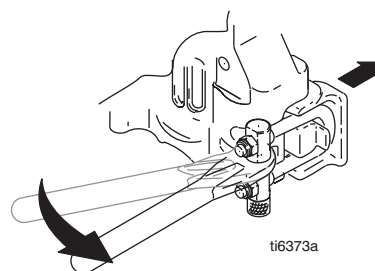

FIG. 18
7. FIG. 18. Abra la puerta de la bomba.